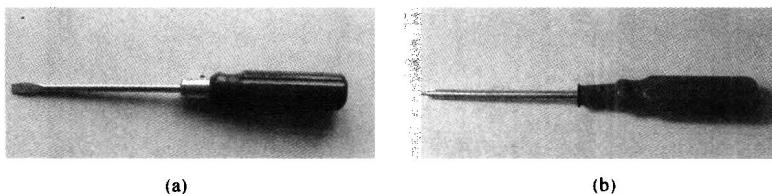

图 1-5 螺钉旋具
(1) 螺钉旋具的结构。螺钉旋具的种类有很多，按头部形状可分为一字型和十字型，如图 1-5 所示。